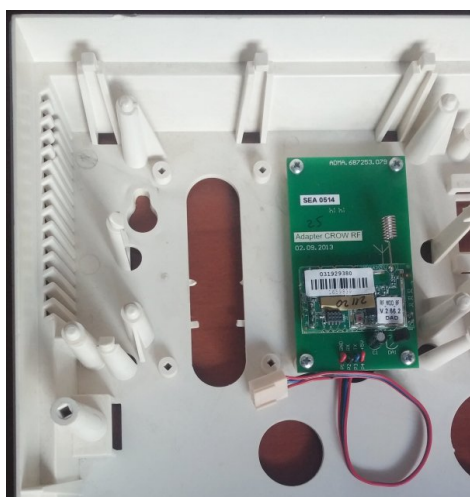

Figura 26. Adaptador "Crow-Lun-11" en la carcasa del equipo
- **Adaptador "CROW-Lun-11"** – se instala en la carcasa – como se muestra en la Figura 26;